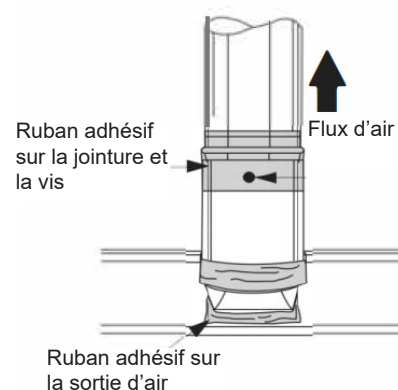

Figure 6.
10. Raccordez le conduit à l'adaptateur de sortie d'air en utilisant du ruban adhésif pour sceller les joints et le maintenir en place. Figure 6.